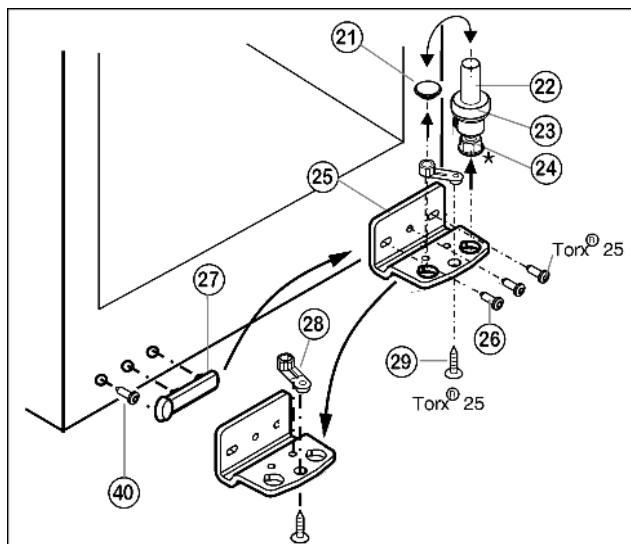

Fig. 5
- ▶ Trzpień zawiasu Fig. 5 (22) kompletny, z podkładką Fig. 5 (23) i nóżką* Fig. 5 (24), wyciągnąć do góry.
- ▶ Unieść zatyczki Fig. 5 (21).
- ▶ Odkręcić Fig. 5 (25) płytkę zawiasu Fig. 5 (26).
- ▶ Odkręcić element zawiasu Fig. 5 (28), przełożyć do przeciwnego otworu zawiasu i tam dokręcić.
- ▶ Ostonkę po stronie uchwytu Fig. 5 (27) ostrożnie zdjąć, wykręcić śrubę (I) i oba elementy przełożyć na przeciwną stronę.
- ▶ Przykręcić mocną płytkę zawiasu Fig. 5 (25) na nowej stronie (z siłą 4 Nm), w razie potrzeby za pomocą wkrętarki akumulatorowej.
- ▶ Zatyczki Fig. 5 (21) ponownie włożyć do innego otworu.
- ▶ Trzpień zawiasu Fig. 5 (22) kompletny, z podkładką i nóżką* włożyć ponownie. Przy tym zwrócić uwagę, by krzywka zatrzaskowa wskazywała do tyłu.
- ▶ Założyć drzwi od góry na dolny sworzeń zawiasu Fig. 5 (22).
- ▶ Korzystając ew. z obu podłużnych otworów w dolnej płytce zawiasu Fig. 5 (25) ustawić drzwi w jednej linii z obudową urządzenia. W tym celu wykręcić środkową śrubę.